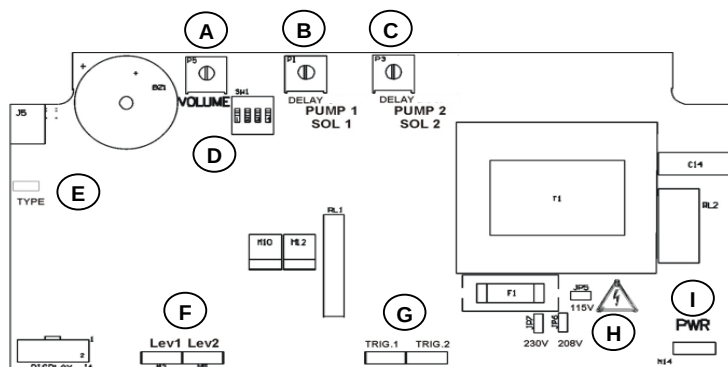

Figura 2
2.3.1 Alimentazione principale (Figura 2)
- Impostare la tensione desiderata tramite il ponticello sul circuito (**Figura 2**) prima di collegare l'alimentazione.
- Collegare tramite cavo elettrico l'alimentazione dalla macchina lavabiancheria al connettore sul circuito (**Figura 2**).
- Collegare la sonda di livello (opzionale) al morsetto **(LEV-1/2)** del circuito **(Figura 2)**.
Il led bicolore sarà **rosso** e il cicalino inizierà a suonare al verificarsi di una condizione di allarme. E' necessario collegare una sonda di livello (**Figura 2**).